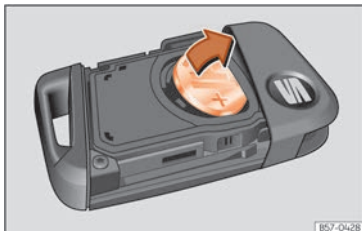

Abb. 88 Fahrzeugschlüssel: Batterie herausnehmen.
- Hebeln Sie die Batterie aus dem Batteriefach ab »» **Abb. 88**.
- Drücken Sie eine neue Batterie in das Batteriefach ein »» ①.